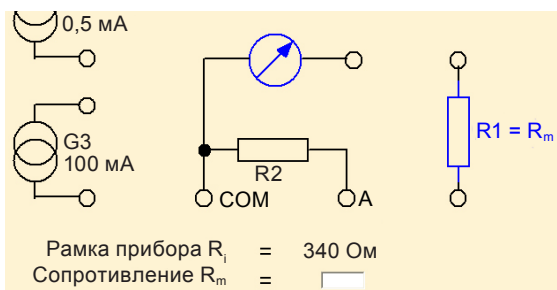

Рис. 8. Определение добавочного сопротивления  $R_m$
16. Удалить все соединительные провода с электрической схемы. Выполнить упражнение 3 «Расширение предела измерения вольтметра». Определить, какую величину должно иметь добавочное сопротивление  $R_m$ , если измерительный прибор предназначен для измерения силы тока до 1 мА и должен показывать напряжение до 10 В. Внести в соответствующее поле значение добавочного сопротивления (рис. 8).